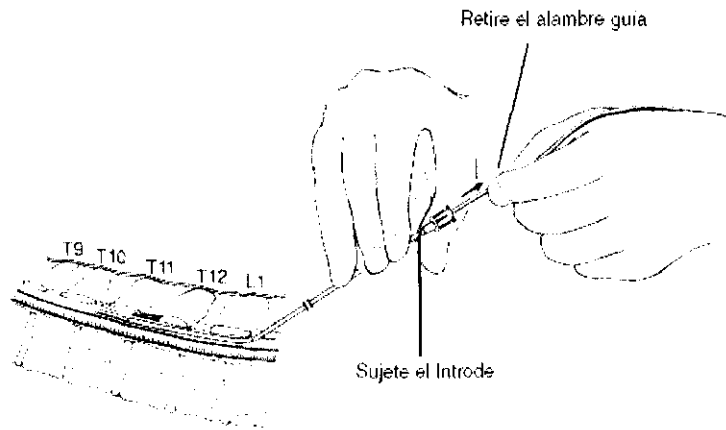

FIGURA 10
7.\* Cuando el Introde alcance el nivel medular deseado para la colocación del electrodo, retire la guía (ver Figura 10).